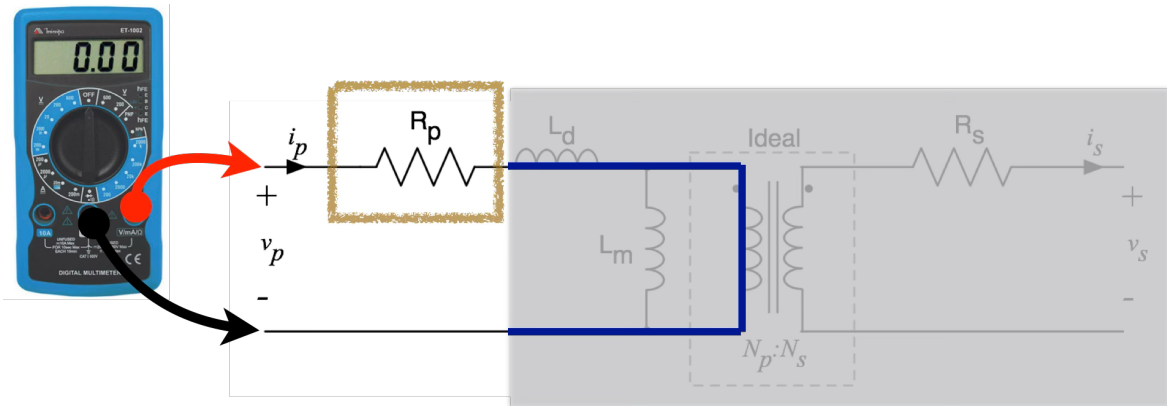

Figura 29 – Medição da resistência série do primário.
- R_p – Resistência dos condutores do primário será medida com um multímetro na escala de resistência, diretamente no primário (Figura 29);